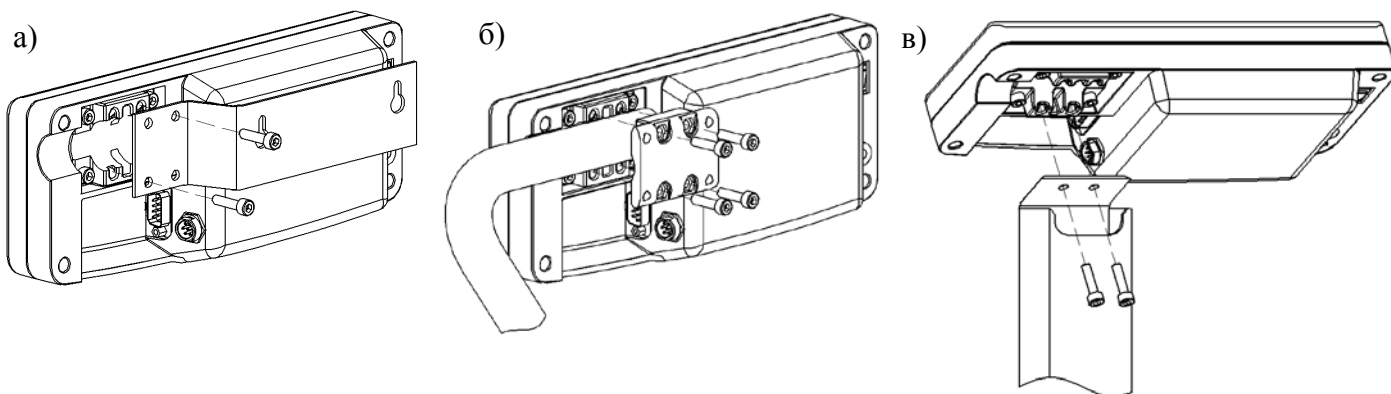

Рис. 6.4 - Варианты крепления устройства индикации:
Варианты крепления устройства индикации приведены на Рис. 6.4.
- Подсоединить двумя винтами М5×20 кронштейн к устройству индикации (Рис. 6.4а).
- Закрепить устройство индикации на стойке кронштейном, затянув четыре винта M5×30 с небольшим усилием (Рис. 6.4 б).
- Закрепить двумя винтами М5×20 устройство индикации на стойке (Рис. 6.4). Излишек кабеля заправить в стойку.